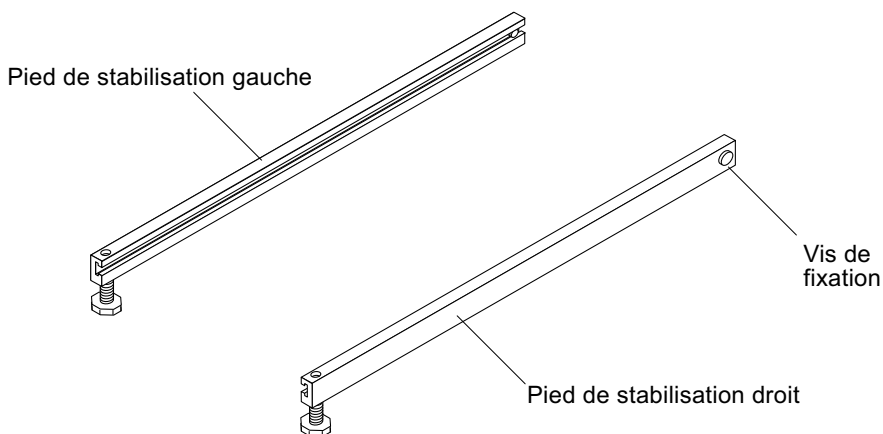

FIGURE 2-2 Pieds de stabilisation
1. Desserrez la vis de fixation sur le pied de stabilisation droit (FIGURE 2-2).